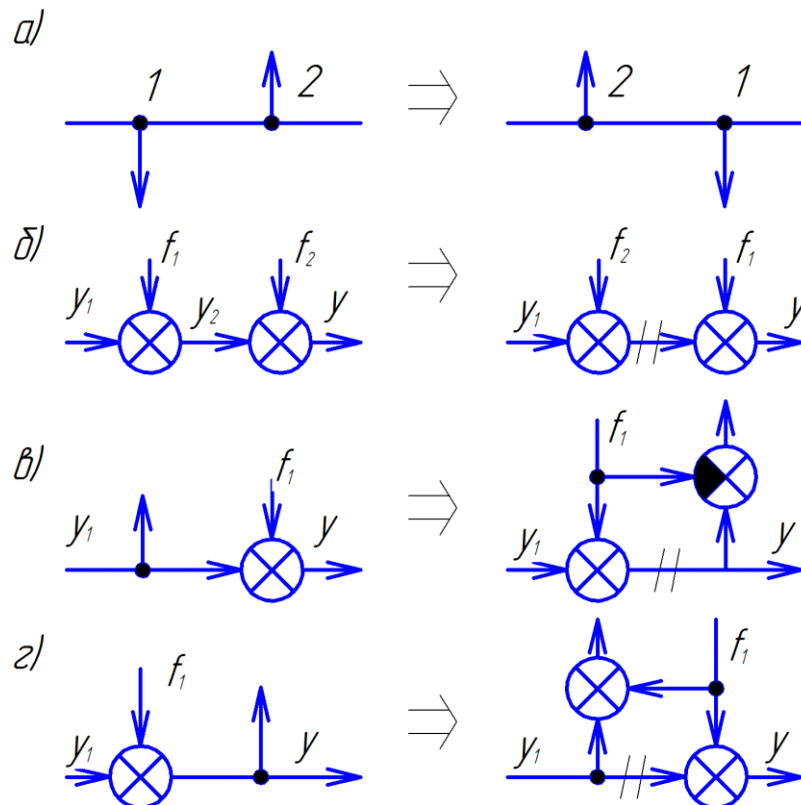

Рис. 6. Схемы взаимной перестановки узлов и сумматоров
При переносе узла через звено *по ходу сигнала* добавляется звено с передаточной функцией, обратной передаточной функции звена ($1/W_i$), через которое переносим узел (рис. 6,б).
- узлы можно менять местами (рис. 6, а);
- сумматоры можно менять местами (рис.6, б);
- при переносе узла через сумматор необходимо добавить сравнивающий элемент (рис.6, в): $y = y_1 + f_1 \Rightarrow y_1 = y - f_1$ или сумматор (рис.6,г): $y = y_1 + f_1$.